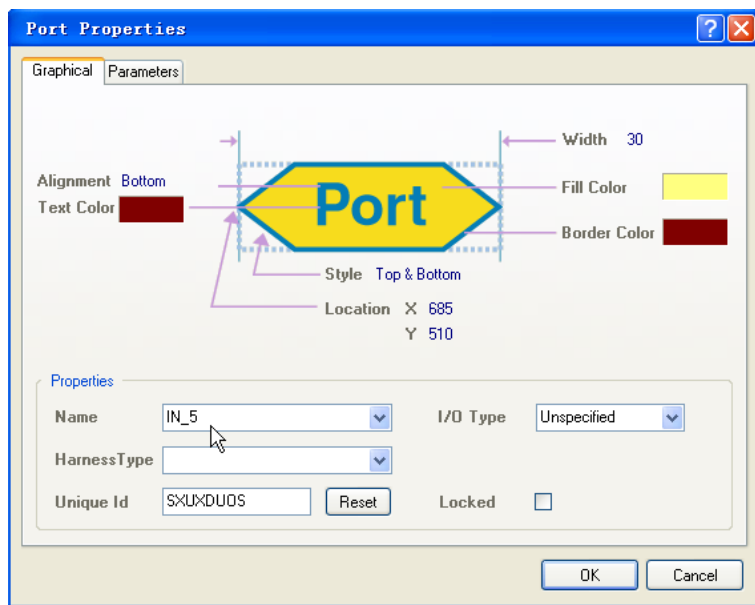

图11-21 Port Properties对话框
(4) 在“Sub3. SchDoc”电路图中放置与其它电路图连接的输入/输出端口，鼠标单击工具栏中按钮“”（或在主菜单栏选“Place”→“Port”），鼠标上“悬浮”着一个端口，按TAB键弹出“Port Properties”对话框，如图11-21所示，在“Name”编辑框输入端口的名字：“IN_5”，“I/O Type”编辑框选择“Unspecified”，按OK按钮，在需要的位置放置端口即可。